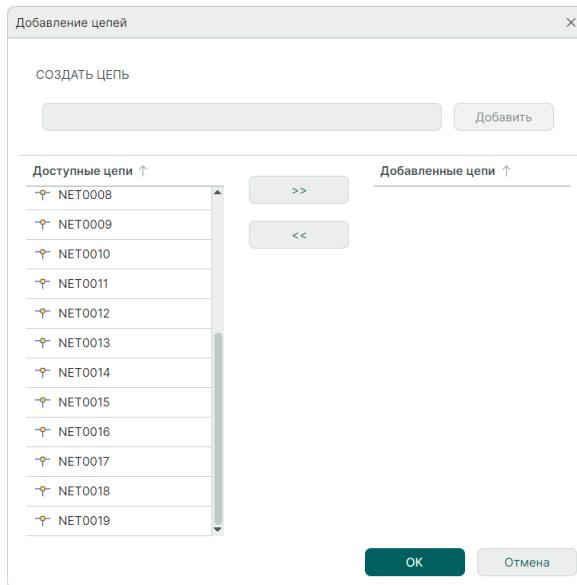

Рис. 170 Окно «Добавление цепей»
3. Нажмите кнопку «Добавление цепей», , после чего на экране отобразится окно «Добавление цепей», см. Рис. 170.